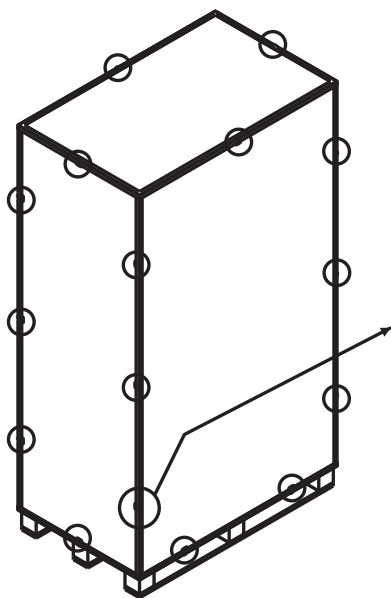

Figure 4.1
1. Une fois que l'onduleur a atteint le site d'installation, il peut être retiré de la boîte d'emballage. Suivre la procédure de déballage ci-dessous pour retirer la boîte principale (Figure 4.1) et le matériel de protection (Figure 4.2).